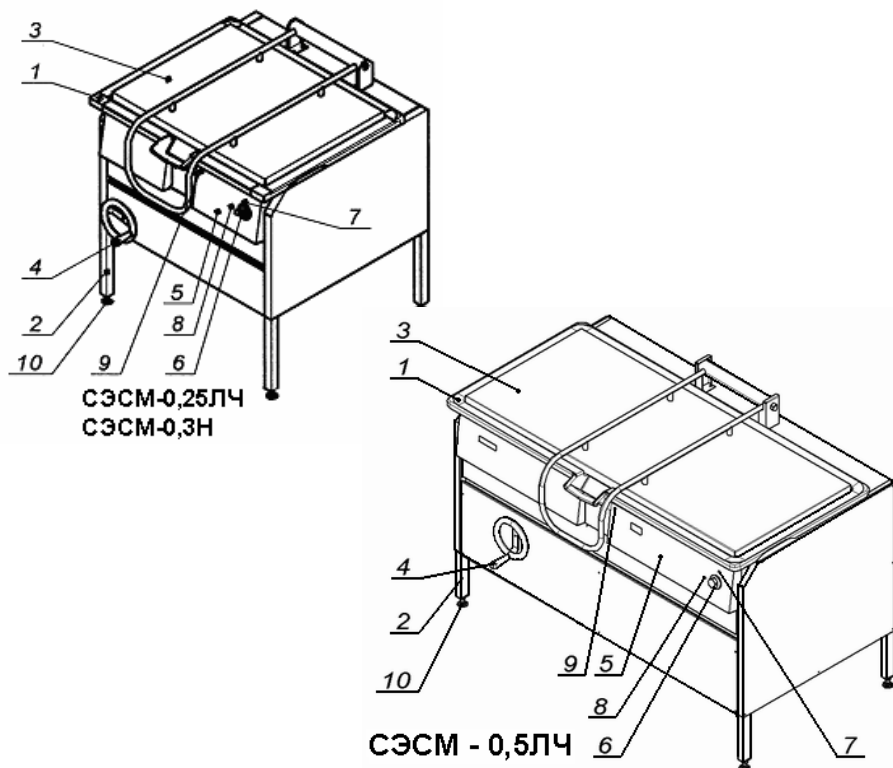
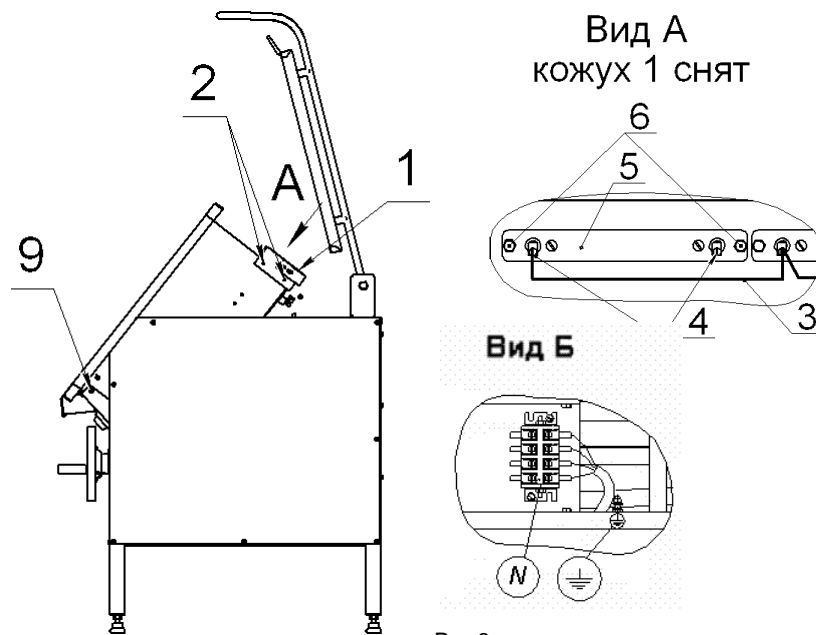

Рис.1
Рис.2
4.1 Общий вид сковород представлен на рис. 1
4.2 Сковорода представляет собой прямоугольную чашу (рис.1, поз.1), боковые цапфы которой шарнирно закреплены на раме (рис.1 , поз.2).
Нагрев чаши осуществляется ТЭНами, установленными под подом чаши. ТЭНовы вставлены и закреплены с тыльной стороны чаши. Обслуживание и замена ТЭНов производится при открытой крышке, наклонённой в крайнее положение чаши и снятом кожухе (рис.2, поз. 1), для чего необходимо вывернуть 4 винта (рис.2, поз.2), крепящие кожух к чаше.
Сковорода оборудована терморегулятором (рис.1, поз.6) температуры пода чаши и сигнальными лампами (рис.1 поз.7, 8), установленными на правой лицевой панели (рис.1, поз. 5) чаши.
Лампа «сеть» (рис.1, поз.7) сигнализирует о включении сковороды в электросеть.
Лампа "работа" (рис.1, поз. 8) сигнализирует о подаче напряжения на ТЭНы.
Для удобства обслуживания, правая лицевая панель (рис.1, поз.5) может быть откинута на петлях, для чего необходимо вывернуть 2 винта (рис.1, поз.9 и рис.2, поз.9), крепящие панель к чаше.
Чаша накрывается откидной крышкой (рис.1, поз.3), снабженной пружинным механизмом, который обеспечивает легкий подъем и фиксацию крышки в открытом положении.
Слева, на раме, размещен механизм наклона чаши (рис.1, поз.4). Наклон чаши, для выгрузки продукта, осуществляется, при открытой крышке, вращением маховика по направлению стрелки "наклон". Возврат чаши в рабочее положение осуществляется вращением маховика в противоположную сторону. При наклоне чаши, с включенными ТЭНами, на угол более 12° от горизонтали, ТЭНы автоматически выключаются.
Регулируемые опоры (рис.1, поз.10) позволяют производить регулировку сковороды в горизонтальной плоскости и регулировку высоты сковороды в диапазоне от 840 до 860 мм.
9.4.1 Для доступа к ТЭНам, необходимо снять кожух (рис.2, поз.1), вывернув 4 винта (рис.2, поз.2).
- отвернуть винты (рис. 2, поз. 4) и снять с ТЭНа шину и фазный провод (рис.2, поз.3);
- отвернуть винты (рис. 2, поз. 6) и снять вынуть из панели планку (рис.2, поз. 5), с закрепленным на ней ТЭНом, заменить ТЭН;
9.4.2 Для доступа к терморегулятору и сигнальным лампам, необходимо вывернуть два винта (рис.1, поз.9 и рис.2, поз. 9) и откинуть правую лицевую панель чаши (рис.1, поз. 5) на петлях.
- 6.8 Заземлить сковороду отдельным проводом. Зажим заземления расположен рядом с клеммной колодкой (рис. 2, вид Б).
- 6.11 Подключить клеммную колодку (рис. 2, вид Б) к электросети U = 380В согласно маркировке.